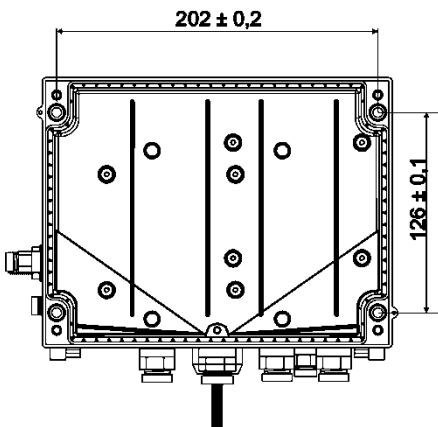

Abb. 11
1. Bohren Sie vier Löcher an die vorgesehenen Positionen in die Wand (→ Maße in Abb. 11).